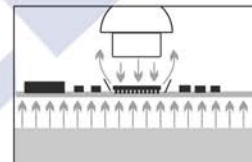

Рисунок 1
- Нагрев компонентов (верхний нагрев) обычно осуществляется конвективно через сопла термофена с тщательным контролем температуры, что особенно важно для небольших и чувствительных к температуре компонентов (Рис. 1)